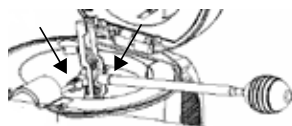

Fig.13
5. Appuyez lentement sur la pompe pour que l'eau puisse s'écouler à travers la colonne montante et le robinet (fig. 13).